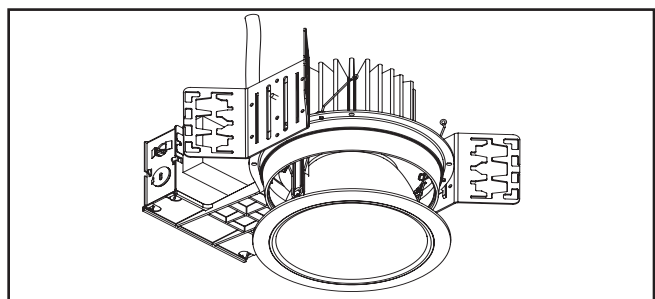

Figure 9.
- Installez le moteur lumineux à DEL et l'assemblage de la garniture en insérant les ressorts de torsion dans les récepteurs en spirale qui se trouvent à l'intérieur du boîtier (Figure 9).
1. Retirez l'assemblage de la garniture du boîtier (Figure 9).